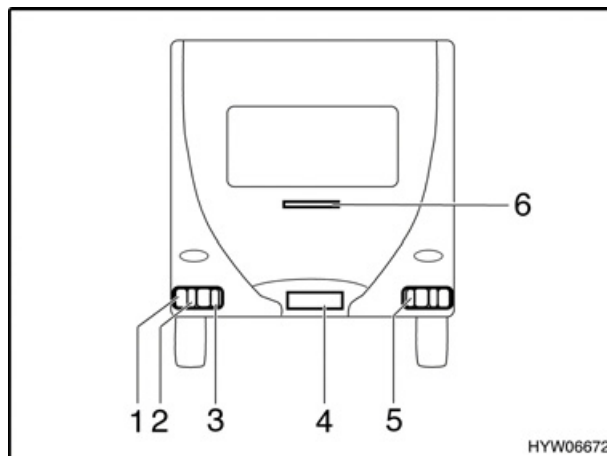

Bild 111 Beleuchtung Heck
- Gehäuseschrauben (Bild 111,1 bis 5) lösen.
- Die dritte Bremsleuchte (Bild 111,6) nur komplett austauschen.